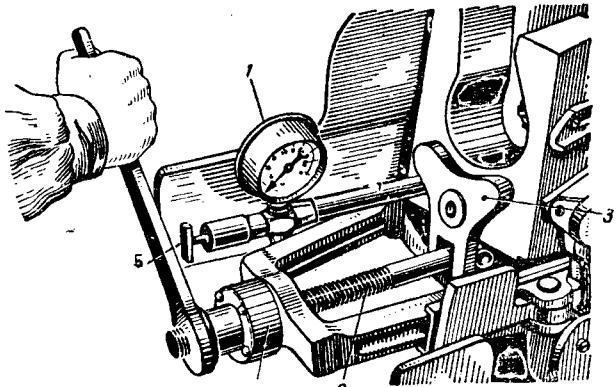

Рис. 8. Искусственный откат:
Определение количества жидкости в накатнике (рис. 8 и 9)
- г) установить приспособление для искусственного отката на люльку, как это указано на рис. 8, и привинтить к казеннику планку 3;